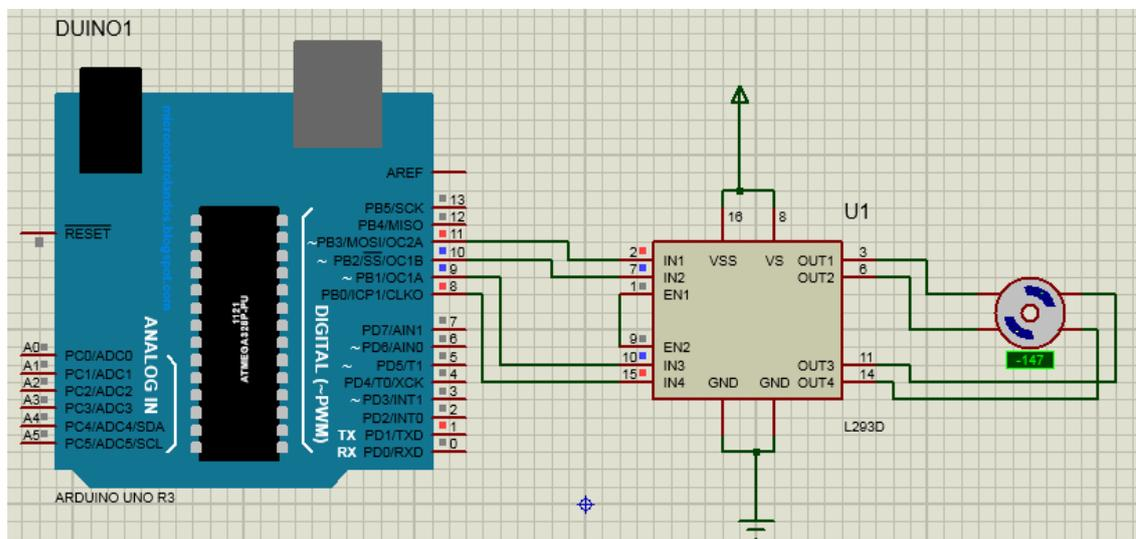

Рисунок 2.1 – Схема управления шагового двигателя в Proteus
2.2.1 Собрать схему управления шаговым двигателем в Proteus (рисунок 2.1).